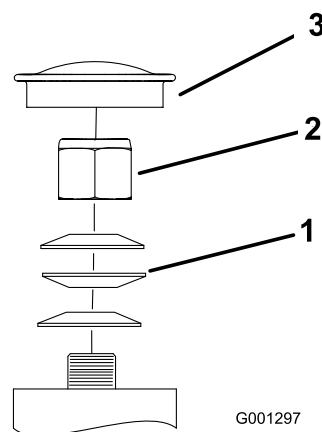

Figura 60
Importante: Asegúrese de que las arandelas de muelle están correctamente instaladas, según muestra Figura 60.
5. Coloque el tapón anti-polvo (Figura 60).
3. Retire el tapón anti-polvo de la rueda giratoria y apriete la contratuerca (Figura 60).
4. Apriete la contratuerca hasta que las arandelas de muelle estén planas, luego afloje 1/4 de vuelta para establecer la pre-carga correcta de los cojinetes (Figura 60).